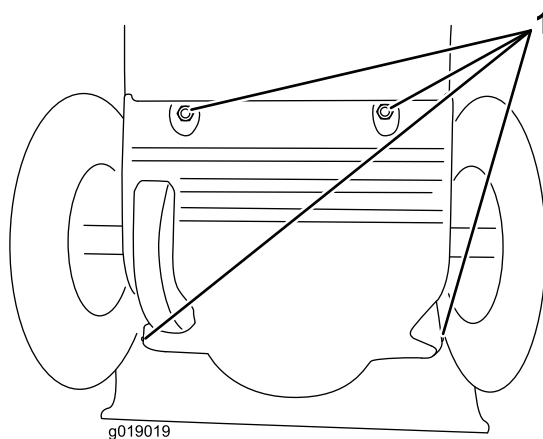

Bild 43
1. Entfernen Sie die hintere Abdeckung (Bild 43).